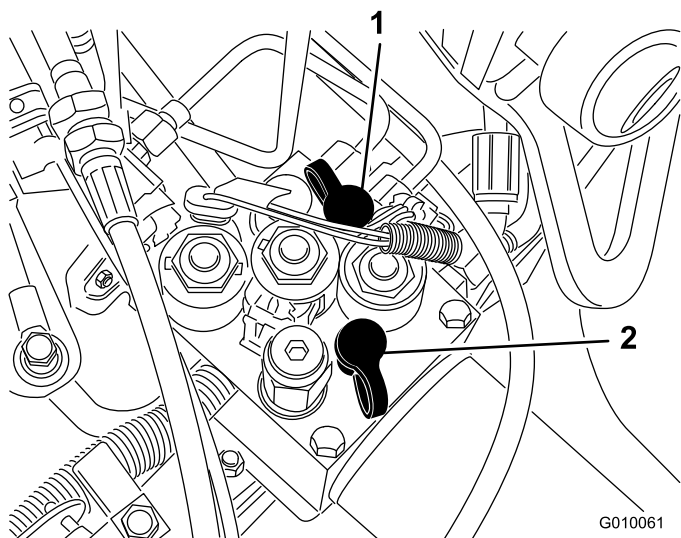

Figura 60
- A porta de teste G 2 (Figura 60) é utilizada para o assistir na resolução de problemas no circuito de carga de tracção.
- A porta de teste G 1 (Figura 60) é utilizada para o assistir na resolução de problemas de pressão do circuito de elevação.